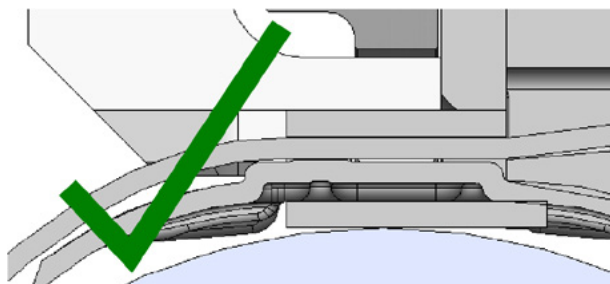
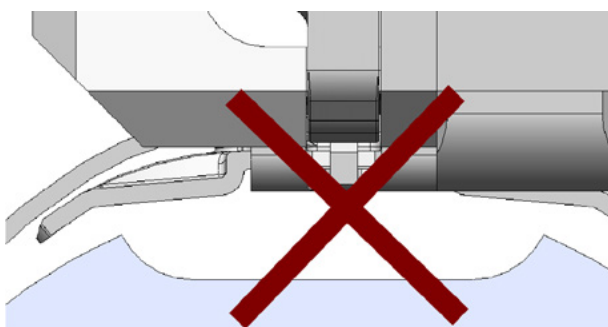

Fig. 22 Ejemplo de una alineación correcta de la carcasa WingGuard® y del cabezal de separación de prensado (ambos están en paralelo)
Fig. 24 Posicionamiento indebido de la carcasa WingGuard® en una aplicación
- ▶ Para aprovechar al máximo las prestaciones de la abrazadera de banda WingGuard®, la carcasa de WingGuard® debe estar soportada por la aplicación (consulte Fig. 22 y Fig. 24).